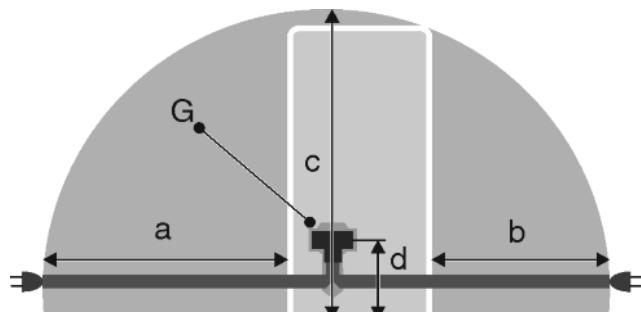

Fig. 48
- Розетка находится вне зоны задней стенки в данной зоне. Fig. 48 (a, b, c)
- Штекер устройства Fig. 48 (G) подсоединить с задней стороны устройства. Следить за правильной фиксацией.